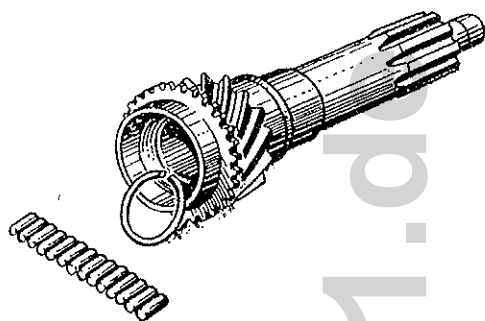

Bild 149 Auseinanderbau des Rollens-
- Sperring des Rollenlagers der Ausgangswelle aus der Sitz- stelle am Lager der Getriebekupplungs- und Achswelle entfernen und Rollen herausnehmen (Bild 149);